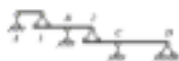

Рисунок 2.3
2) Геометрическая неизменяемость многопролетной балки следует из анализа ее "монтажно-позажной" схемы, показанной на рис. 2.3. Все диски на этой схеме имеют необходимое число правильно установленных связей. Следовательно, многопролетная балка является статически определимой системой.
1) Стержневая система является статически определимой, если степень ее свободы W равна нулю и она геометрически неизменяемая. В геометрически неизменяемых системах перемещения от нагрузок являются следствием только деформаций ее элементов. Для многопролетных статически определимых балок анализ геометрической неизменяемости проще выполнять через построение т.н. «монтажно-поэтажной» схемы, показывающей последовательность монтажа отдельных балок. На каждом «этаже» такой схемы должно присутствовать три связи (см. рис. 2.3).
3) При построении линий влияния усилий в многопролетных балках проще всего воспользоваться статико-кинематическим методом, описание которого приведено в пояснениях к разделу 1.1. Поскольку линии влияния усилий в статически определимых системах имеют полигональный вид, то достаточно найти всего одну наиболее просто определяемую из условий равновесия ординату этой линии влияния. В примере определена ордината, когда единичный груз установлен над сечением k . При таком положении груза второстепенные балки (см. рис. 2.3) не работают, их можно отбросить и из законов равновесия определить изгибающий момент и поперечную силу в сечении k основной балки.